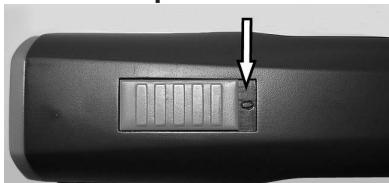

Fig. 4 Interruttore in posizione ferma ("0")
1. Metta l'interruttore sulla posizione azzerata "0" (Fig. 4).